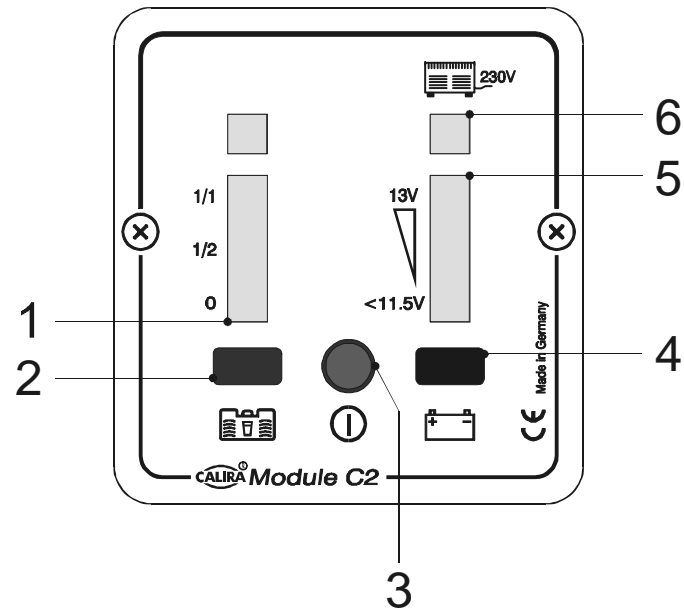

Figure 1 : Module C2
En actionnant le commutateur principal (bouton poussoir allumé, fig. 1 pos. 3), le relais de commutateur principal s'enclenche dans le Module B. Lorsqu'il est enclenché, le commutateur principal s'allume en vert. Avec le commutateur principal, les consommateurs électriques 12 Volts reliés au relais de commutateur principal peuvent être mis en MARCHÉ (le bouton poussoir s'allume en vert) ou à nouveau ARRÊTÉS en actionnant encore une fois ce commutateur.
Le voyant de contrôle de charge (vert, fig. 1 pos. 6) s'allume, indépendamment du commutateur principal, lorsque le Module B se trouve en mode de charge réseau et la batterie d'alimentation est en cours de charge. Pour le processus de charge, reportez-vous à la description du Module B.
En appuyant sur le bouton poussoir (fig. 1 pos. 4), la tension de la batterie d'alimentation peut être visualisée grâce au voyant de tension de batterie (fig. 1 pos. 5), sous la forme d'une chaîne de DEL.
En appuyant sur le bouton poussoir (fig. 1 pos. 2), le voyant du réservoir d'eau
fraîche (fig. 1 pos. 1) peut être activé, affichant le niveau de ce réservoir sous la forme d'une chaîne de DEL.